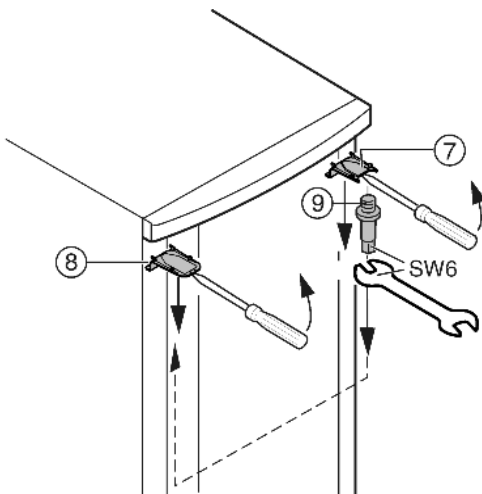

Fig. 7
- ▶ Fenn a Fig. 7 (7) és a Fig. 7 (8) fedeleket pattintsa ki egy csavarhúzó segítségével, és ferden lefelé távolítsa el.
- ▶ Csavarja ki a tartócsapot Fig. 7 (9) és az ellenkező oldalon csavarja be **4 Nm-es nyomatékkal**.
- ▶ A fedelet Fig. 7 (7) szerelje vissza a tartócsap oldalára: hátul illessze be és elől pattintsa be.
- ▶ A fedelet Fig. 7 (8) az ellenkező oldalon szerelje fel: hátul illessze be és elől pattintsa be.
- ▶ Az ajtó felül függessze a tartócsapra Fig. 7 (9).